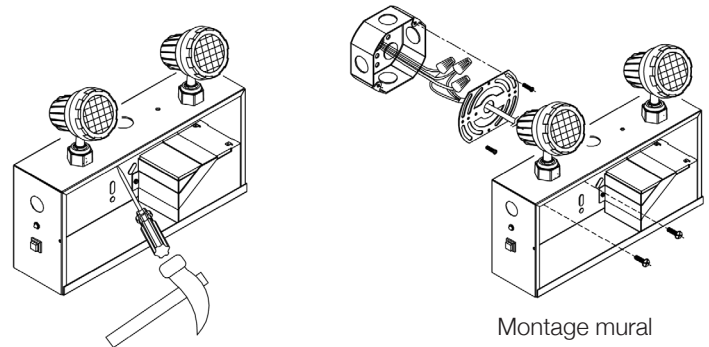

Fig. 2
- a. **Montage mural** : l'unité est fournie avec des opercules défonçables universels et des fentes en trou de serrure estampées à l'arrière du boîtier. Défoncez l'ouverture appropriée si vous utilisez une boîte de jonction et faites passer les fils à travers l'ouverture dans le boîtier (Fig. 2). Fixez solidement l'unité en place. Ne vous fiez pas uniquement à la boîte électrique pour supporter le poids de l'unité. Défoncez les trous de montage du boîtier et installez l'unité sur la boîte de jonction et au mur à l'aide de vis et de chevilles appropriées (non fournies).